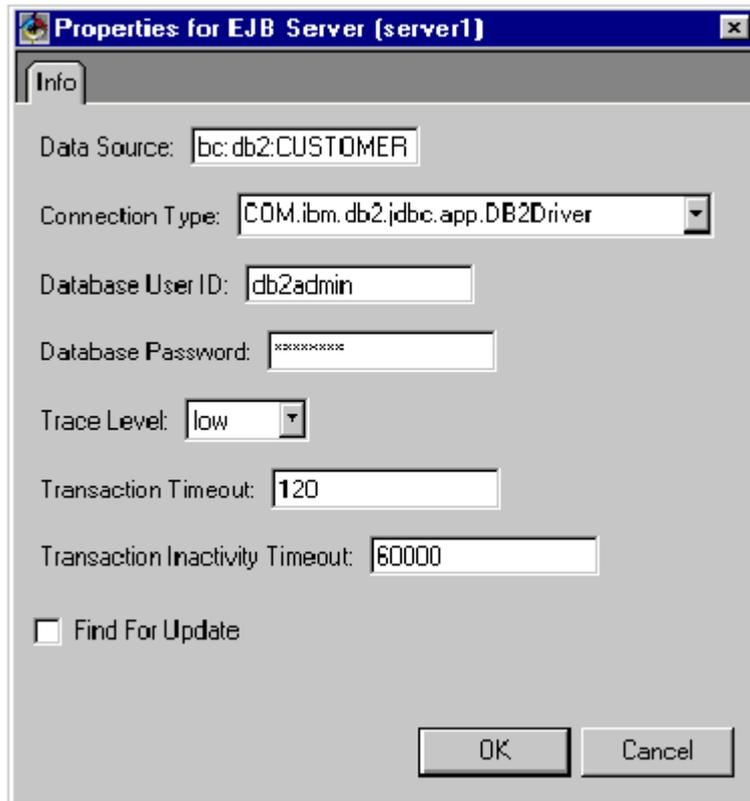

图 7-10 EJB 服务器属性
4. 选择服务器 (server1) 实例，然后右键单击该实例并选择**属性 (Properties)**，将出现属性窗口 (图 7-10)。指定数据库属性。